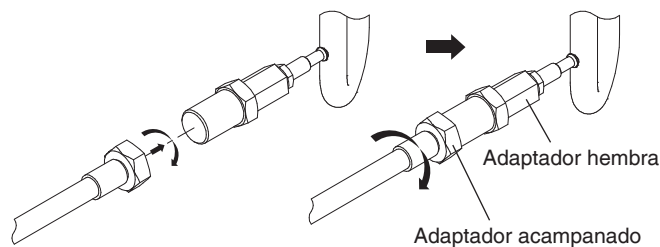

Imagen 6
5. Instale el conjunto del tubo de cobre al adaptador. (Imagen 6)